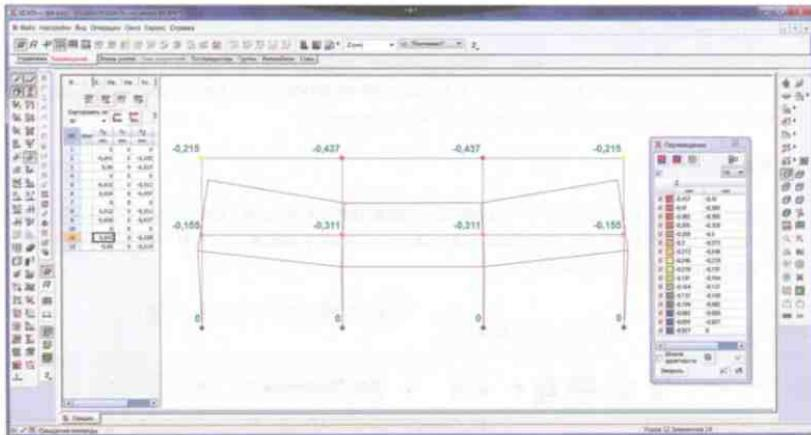

Рис. 4.6-1. Окно графического постпроцессора
Установим курсор в позицию **Графический анализ** раздела **Результаты** дерева проекта и нажмем левую кнопку мыши. При этом активируется окно графического постпроцессора (рис. 4.6-1), инструментальная панель которого содержит закладки панелей отображения результатов расчета (перемещения, усилия и напряжения), а также результатов работы расчетных и конструирующих постпроцессоров — закладки **Постпроцессоры** (анализ нагрузок от фрагмента схемы, главных и эквивалентных напряжений и т. п.), **Сталь** (экспертиза элементов стальных конструкций,), **Железобетон** (экспертиза элементов железобетонных конструкций).
- нажать кнопку вызова операции отображения результатов расчета (например, **Совместное отображение исходной и деформированной схемы** — рис. 4.6-1).
При этом допускается совместное отображение деформированной схемы и одного из видов цветовой индикации, например, на рис. 4.6-1 показана индикация в виде цветовых маркеров в узлах исходной схемы и деформированное состояние конструкции.